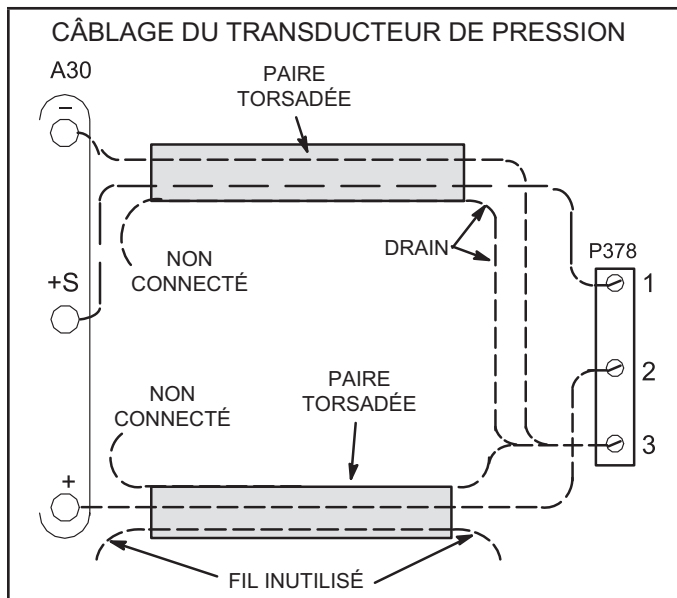

FIGURE 39
- 2 - Deux paires torsadées de câbles blindés doivent être utilisées pour connecter le transducteur de pression. Voir FIGURE 39. Le connecteur J/P378 est accroché dans le boîtier du contrôleur.